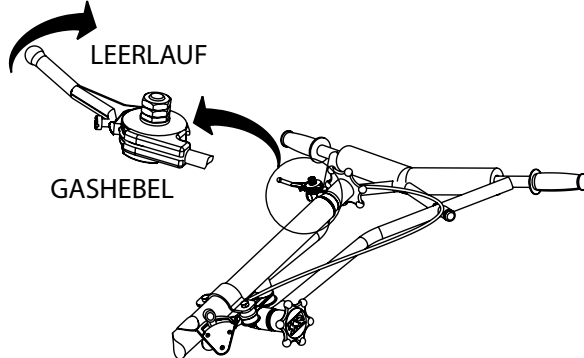

Abbildung 32. Gashebel (Leerlauf)
1. Bewegen Sie den Gashebel in die in Abbildung 32 gezeigte **LEERLAUF**-Position und lassen Sie den Motor für drei Minuten bei geringer Geschwindigkeit laufen.